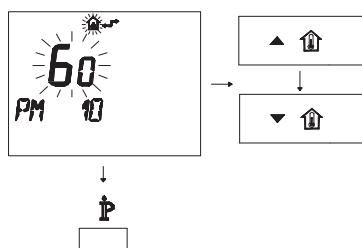

Figura 5.48
- Per modificare il SET programmato agire sui pulsanti o e aspettare che il numero programmato cominci a lampeggiare (Figura 5.48).